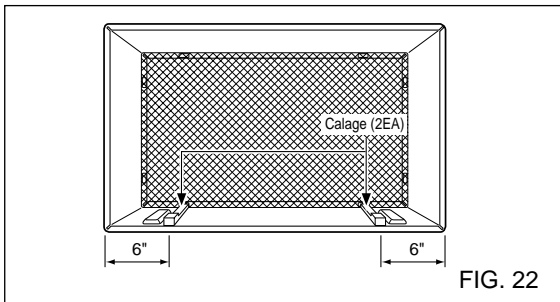

FIG. 22
- 7** Retirer le film protecteur des bandes de calages 13 w et attachez-les comme montré à la Fig. 22. La partie supérieure du calage doit être place à l'avant de la nervure du manchon.